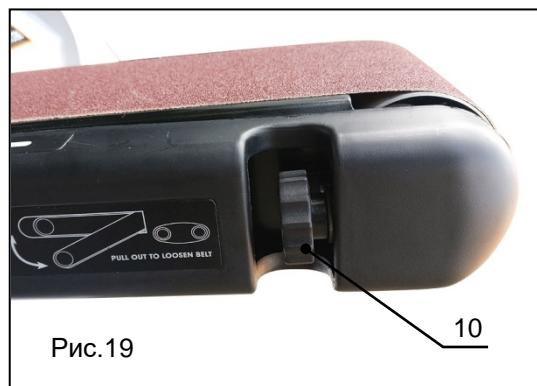

Рис.19
- Если лента начинает смещаться, необходимо слегка повернуть винт (поз.10, рис.19) и заново прокрутить ленту рукой